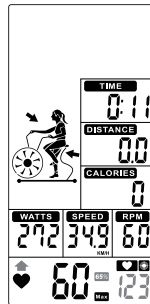

Figure 47
- ④ Wenn die Herzfrequenz unter 65% fällt, blinken & Wert. Und der Summer ertönt alle 10 Sekunden, bis die Herzfrequenz des Benutzers über 65 % liegt (Abbildung 47).
- ④ When Heart Rate goes below to 65%, ↑ & 85% & value will flash. And buzzer sounds in every 10s until user HR achieve above 65% (Figure 47).